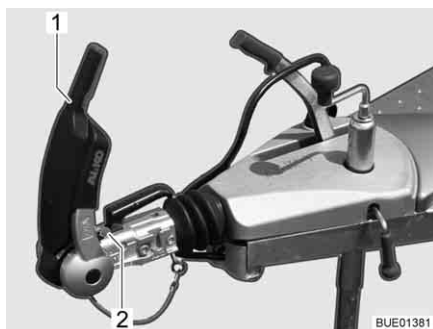

Fig. 102 Indicatore guarnizioni di attrito davanti e dietro
- Aprire la maniglia di stabilizzazione (Fig. 102,1).
Il controllo avviene mediante l'indicatore che si trova davanti alla maniglia del gancio (Fig. 102,2).